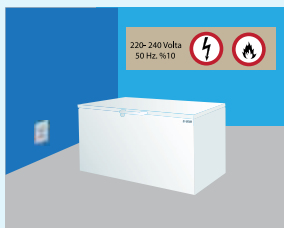

РИСУНОК 2
- Морозильник настроен на городскую электрическую сеть 220-240 вольт 50 Гц. Использование другого питания, может вывести из строя морозильник и стать причиной пожара. (Рисунок 2)